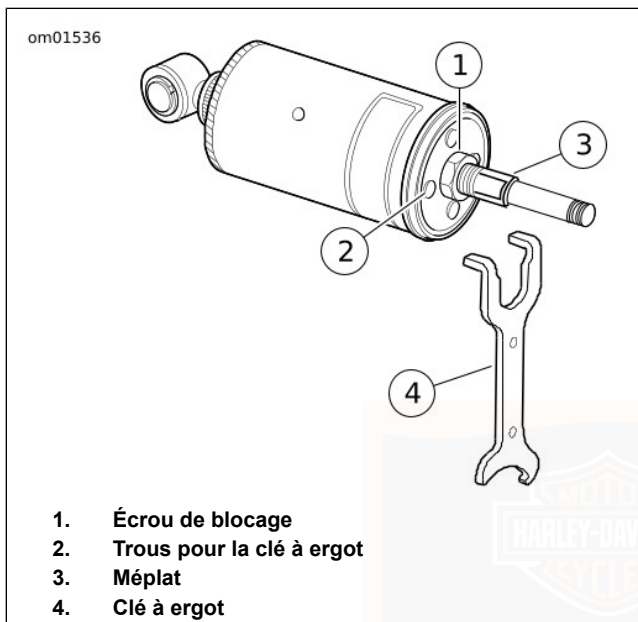

Figure 11. Réglage de l'amortisseur
1. Voir Figure 11. Immobiliser l'arbre avec une clé placée sur les méplats de l'arbre d'amortisseur et desserrer l'écrou de blocage (1) avec la SHOCK ADJUSTMENT SPANNER (CLÉ DE RÉGLAGE DES AMORTISSEURS) (N° DE PIÈCE : 94448-82B).
2. Utiliser les languettes de la clé à ergot dans les trous (2) du boîtier à ressort pour tourner le boîtier dans le sens horaire jusqu'à ce qu'il s'arrête. Il s'agit du réglage de précharge minimum.